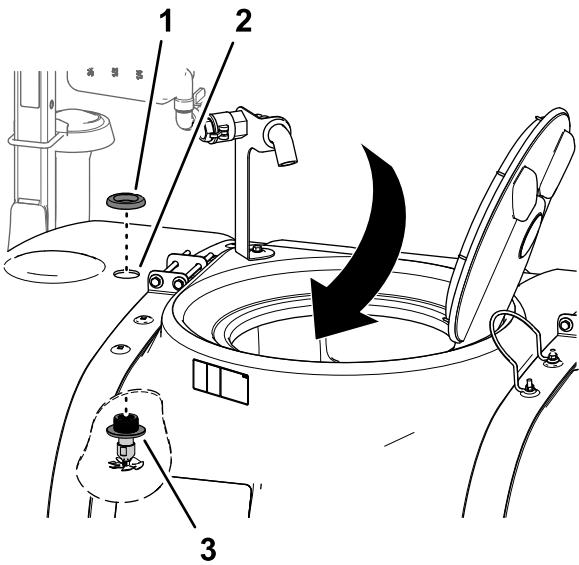

图 22
- 3. 在喷洒药缸的前 4.5cm 孔处对另一个冲洗喷嘴组件重复步骤 1 至 2图 22。